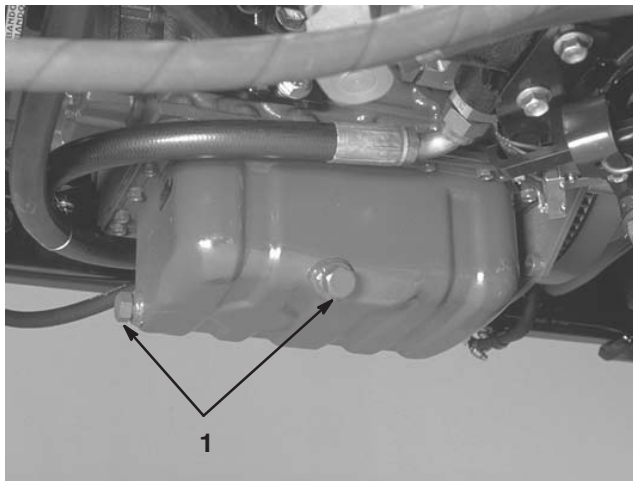

Figure 38
1. Retirez un bouchon de vidange (Fig. 38) et laissez s'écouler l'huile dans un bac de vidange. Remettez le bouchon quand toute l'huile s'est écoulée.